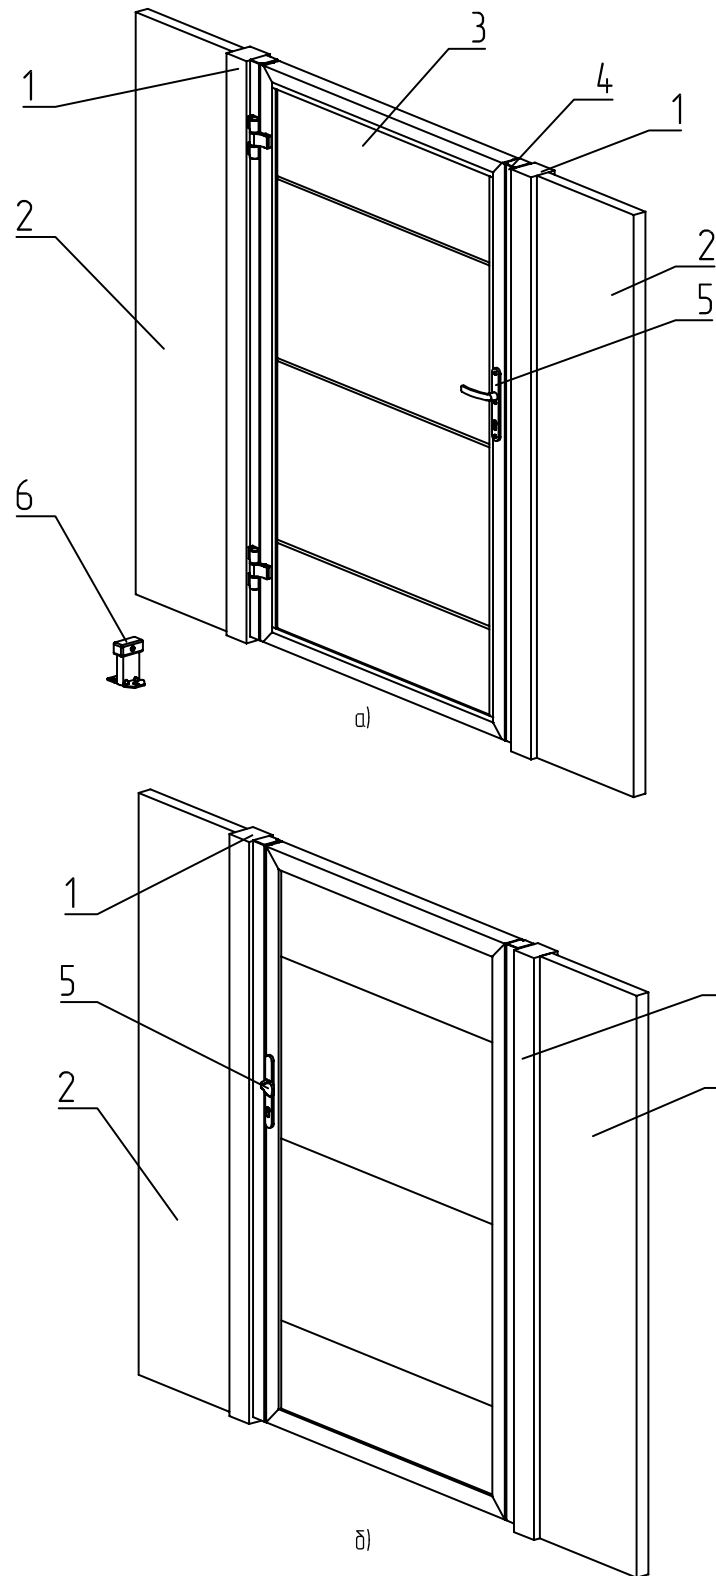

Рис. 7.6.1 – Калитка со встроенным монтажем, направлением открывания влево, внутрь с горизонтальным заполнением сэндвич-панелью:
- калитки со встроенным типом монтажа с открыванием внутрь (рис. 7.6.1, 7.6.2);
- калитки с открыванием влево (рис. 7.6.1, 7.6.3, 7.6.6);
Типовые конструкции калиток изображены на рис. 7.6.1–7.6.7. Заполнения могут быть любыми по желанию заказчика. Створка калитки 3 крепится к столбу проема 1, ко второму столбу проема крепится столб притвор 4, в который устанавливается автоматическая защелка либо ответная планка замка. Комплект ручек 5 выбирается исходя из типа монтажа, направления и вида открывания, а также наличия либо отсутствия автоматической защелки. Упор 6 предназначен для ограничения движения створки калитки в открытом состоянии.